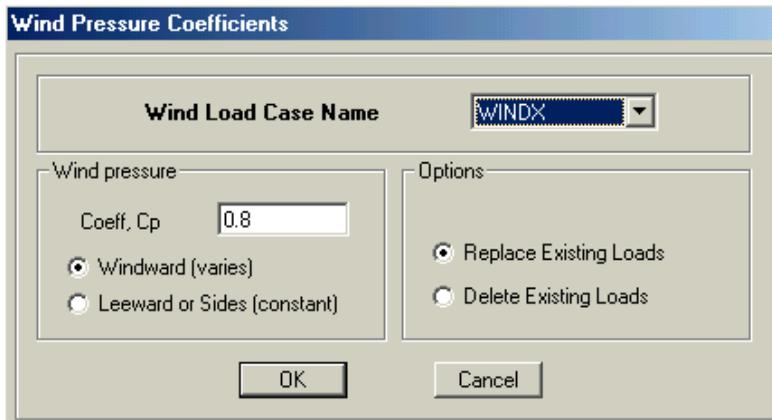

Figura 40 El formulario Wind Pressure Coefficients
H. Hacer click en el comando **Assign menu > Shell / Area Loads > Wind Pressure Coefficient**, el cual presentara el formulario Wind Pressure Coefficient mostrado en la Figura 40.